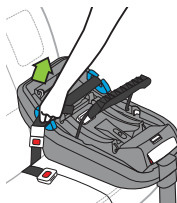

Figura 61a
- Elimine la holgura del cinturón del vehículo alrededor de la base tirando del extremo libre del cinturón de solo regazo, como se muestra en la **Figura 61a**.